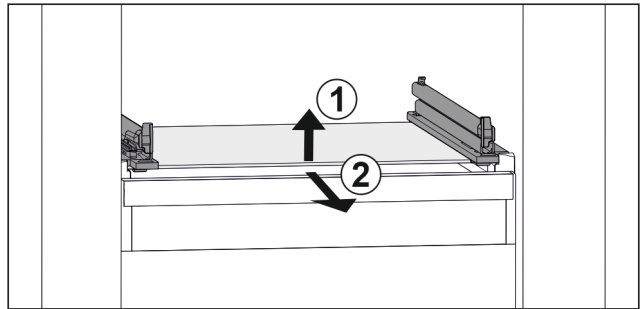

Fig. 93 Приблизне відображення скляної пластини
- ▶ Підняти скляну пластину спереду. Fig. 93 (1)
- ▶ Вийняти скляну пластину рухом вперед. Fig. 93 (2)